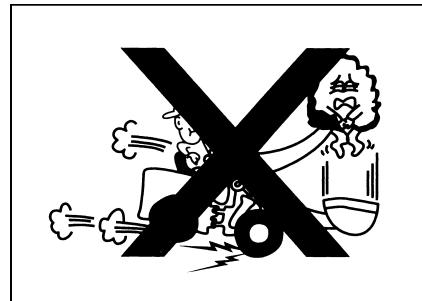

Рис.1-69
- Резкий останов и резкий опускание рабочих устройств очень опасны. В таком случае погруженное вещество, возможно, выбрасывается, или возникает опрокидывание погрузчика, следует избавить от данной опасности (рис. 1-69).